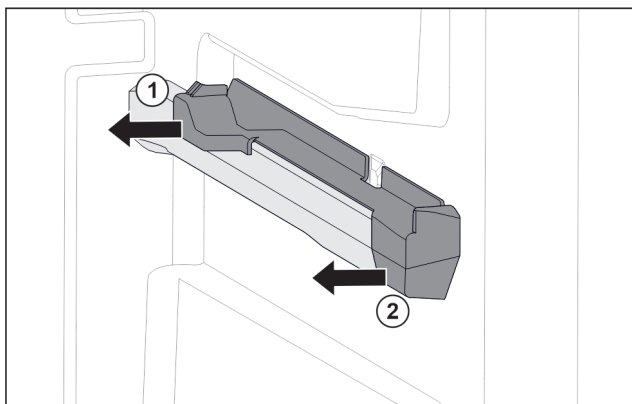

Fig. 71 Element nasadzany na prawym żebrze pojemnika
- ▶ Odciągnąć element nasadzany z tyłu w bok. Fig. 71 (1)
- ▶ Odciągnąć element nasadzany z przodu w bok. Fig. 71 (2)